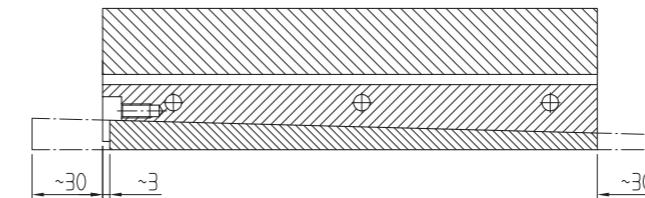

Bild 29. Einschieben und Kürzen des Zustellkeils
Zustellschiene (3) mit Druckschrauben (4) (Bild 27) (bei ML-Schienen mit Keil) (Bild 29 bis 31 vorspannen).
Wird die Vorspannkraft über Führungsschienen mit Zustellkeil Typ ML eingestellt, so ist wie folgt vorzugehen: Zustellkeil unter die ML-Schiene schieben und Führung spielfrei einstellen (Bild 29). Den ungehärteten Keil auf der Zustellseite der Schiene so kürzen, dass er ca. 3 mm gegenüber der Stirnseite der Schiene zurücksteht (Bild 29). Auf der gegenüberliegenden Seite den Keil bündig mit dem Schienenende kürzen.